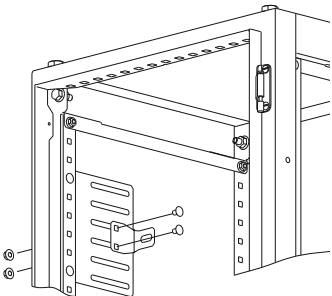

Рисунок 10
8.1.1 Приложите Кронштейн к предварительно смонтированной Пластине установочной с внутренней стороны корпуса. Вставьте по очереди в квадратные отверстия два болта М6х10 и закрепите гайками М6 (рисунок 10). Момент затяжки 5 Н·м.